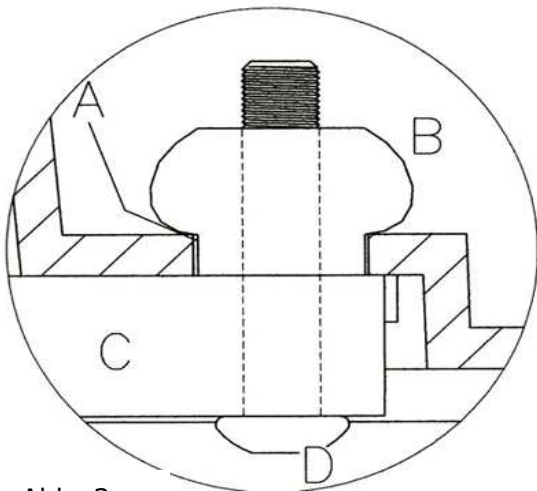

Abb. 3
Weiteres Drehen der Schraube (D) mit einem Sechskant- (Inbus-) Schraubendreher der Schlüsselweite 4 bewirkt eine Wölbung der Gumminiete (B), die die feste Verbindung von Anschlussbrücke (C) und TwinCover herstellt (siehe Abbildung 3).